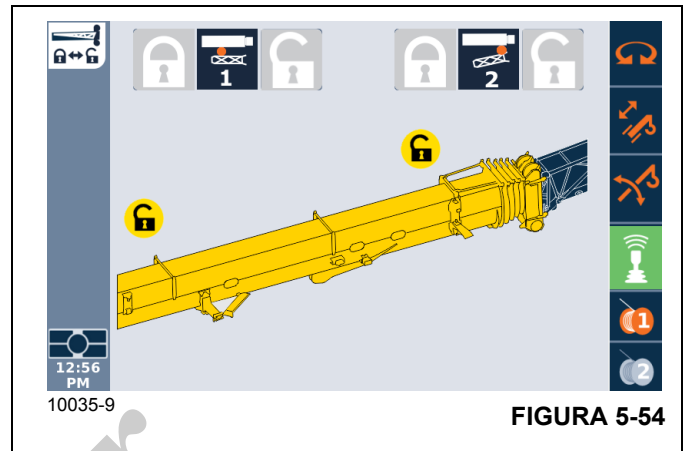

FIGURA 5-54
- Gire la tuerca (3) para aliviar la presión a fin de retraer el gato.
21. En la pantalla del ODM (Figura 5-54), asegúrese de que este muestre que la extensión de la pluma esté elevada.